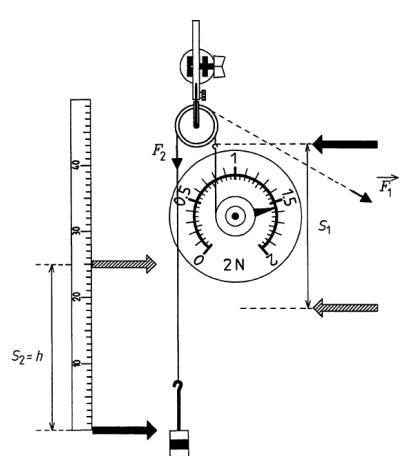

Fig. 2: Montaje experimental
Pegar la báscula en la placa de demostración de la izquierda y, junto a ella, en el borde superior, colocar el manguito en el imán con el mango y el rodillo (Fig.2).
- Colocar el dinamómetro debajo de la polea, en la parte inferior del tablero de demostración, colgar el plato de pesas cargado con tres pesas ranuradas de 50 g y medir $F_G = F_2$ para el plato de pesas cargado; observar el valor de F_2 (1)
- Desplazar el dinamómetro lenta y uniformemente hacia arriba (hasta la posición indicada en la fig. 2) y medir la fuerza F necesaria para realizar el trabajo de elevación del plato de pesas; anotar F (2).
- Colocar una cuerda de unos 50 cm de longitud con lazos en sus extremos sobre la polea, enganchar el plato de pesas cargado y la cuerda de tracción del dinamómetro en los lazos (cf. Fig. 2); anotar la fuerza F_1 que se requiere cuando el rodillo está en equilibrio, y la afirmación a este efecto (3)
- Desplazar el dinamómetro uniformemente hacia abajo hasta que el plato de pesas se haya desplazado la altura prevista. $h = s_2$ se levanta; mientras lo hace, observar el dinamómetro y medir la fuerza requerida al realizar el trabajo de elevación. F_1 Nota F_1 y F_2 y $s_2 = h$ (4)
- Marcar la posición actual del gancho en la cuerda de tracción del dinamómetro con la cuarta flecha (punteada en la fig. 2); medir y anotar la distancia. s_1 que, utilizando el poder F_1 fue devuelto (4)
- Bajar y subir el plato de pesas una y otra vez, pero deje el $\overrightarrow{F_1}$ en otra dirección (ver la dirección indicada en la Fig. 2) y observar el dinamómetro; si es necesario, repetir el proceso varias veces y anotar la observación (5).